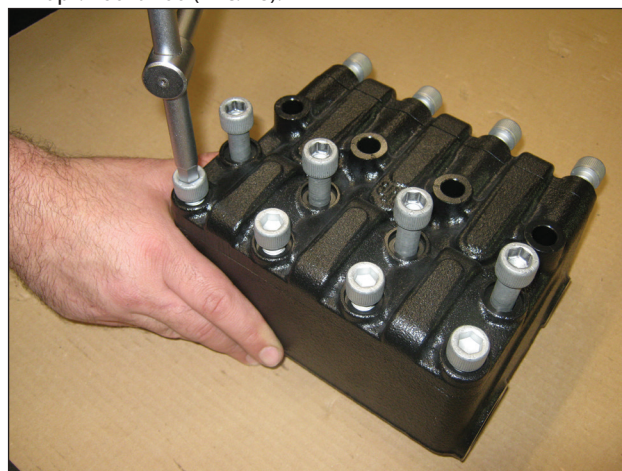
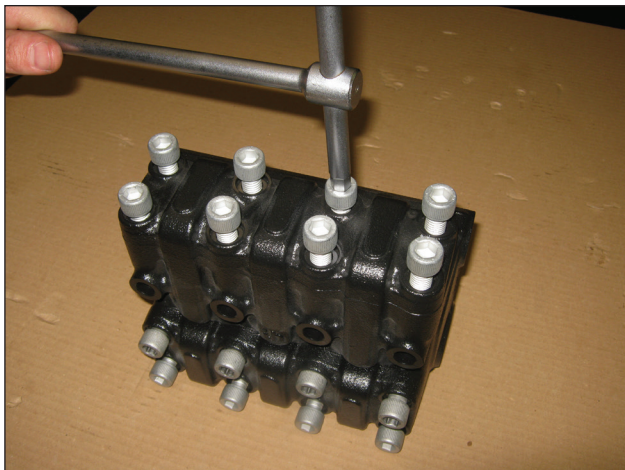

Рис. 16
Рис. 17
- Открутите 4 винта М12х130 и 4 винта М12х45, фиксирующие крышку всасывающих клапанов, и 8 винтов М12х35, фиксирующих крышку нагнетательных клапанов (Рис. 16 и Рис. 17);